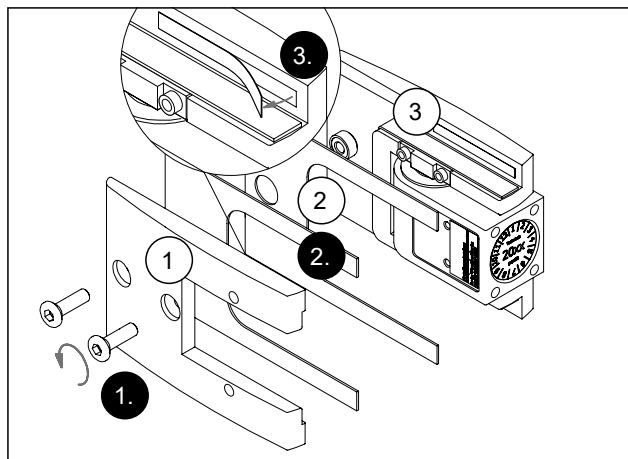

Рис. 22 Подготовка маятниковой петли
1. Открутите противоположную пластину (Рис. 22/1).
2. Выберите соответствующие уплотнители (Рис. 22/2) в зависимости от толщины стекла (см. главу 4.2).
3. Снимите защитную пленку липкой ленты с опорной и противоположной пластины (Рис. 22/1 и Рис. 22/3).